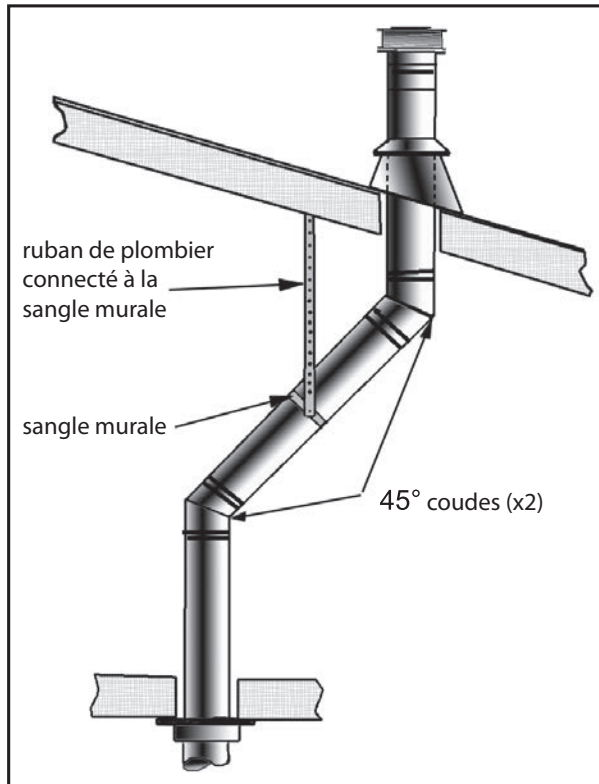
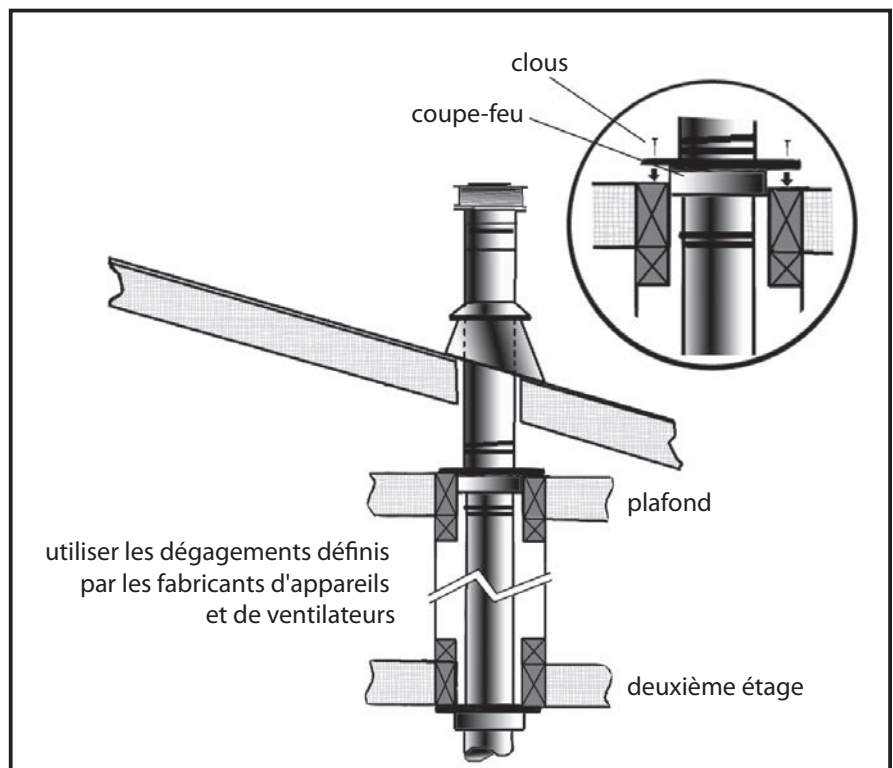

Figure 39: utilisation de sangles murales
Figure 40: installation de tuyaux de ventilation sur plusieurs étages
- (1) Si un décalage dans le grenier est nécessaire pour éviter les obstructions, il est important de soutenir le tuyau d'évent tous les 914 mm (3 pi) afin d'éviter toute contrainte excessive sur les coudes et une séparation éventuelle. Des sangles murales sont disponibles à cet effet (voir Figure 39).
- (2) Lorsque cela est possible, utilisez des coudes à 45 ° au lieu de 90 °. Le coude à 45 ° offre moins de restriction au flux de gaz de combustion et d'air d'admission.
- (3) Pour les installations à plusieurs étages; un coupe-feu de plafond est requis au deuxième étage et à tous les étages suivants (voir la figure 40). L'ouverture doit être encadrée aux dimensions intérieures de 10 "(254 mm) x 10" (254 mm), de la même manière que celle illustrée à la figure 28.
- (4) Toute zone occupée au-dessus du premier étage, y compris